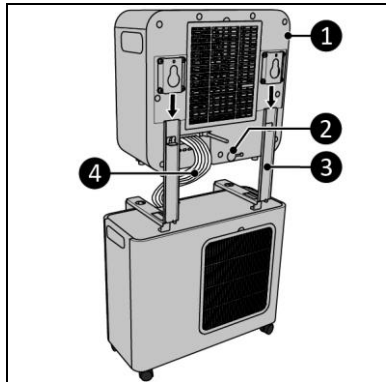

Figure 13
4. Glissez l'unité intérieure (figure 13, pos. 1) sur les supports muraux (figure 13, pos. 3).
5. Guidez le tuyau de réfrigérant (figure 13, pos. 4) entre l'unité intérieure et l'unité extérieure. Évitez que le tuyau de réfrigérant ne réalise une courbe inférieure à 30 mm.
6. Retirez le bouchon d'arrêt d'eau (figure 13, pos. 2).